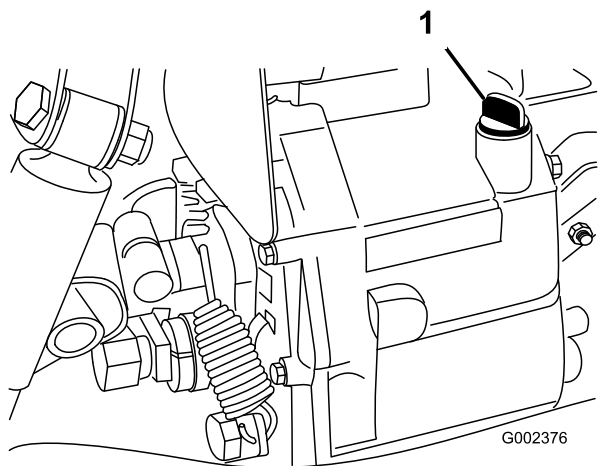

図 69
5. ディップスティック取り付け部の周辺をきれいにぬぐう **図 69**。